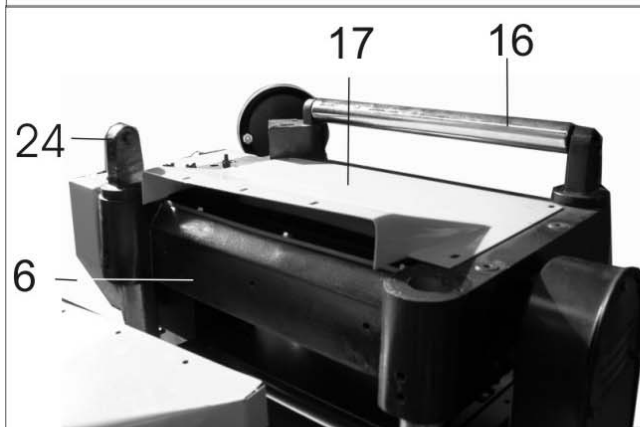

Рис.6
8.2.4. Как показано на Рис.6, демонтируйте переднюю стойку (24), передний поддерживающий ролик (16) и кожух (17). Используя детали крепления (Ж) (п.3.1), на кожухе (17) закрепите патрубок пылесборника (18). Закрепите кожух (17) и патрубок пылесборника (18) на блоке строгального вала (6).
10.2.1. Демонтируйте кожух (17) и патрубок пылесборника (18), как показано на Рис.6.
**Надёжно зафиксируйте положение ножей (37) на строгальном валу (35) прижимной планкой (38).**
10.2.6. Как показано на Рис.6, установите кожух (17) и патрубок пылесборника (18). Установите стойку (24) совместно с поддерживающим роликом (16).